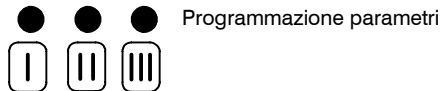

fig. 7.3
- 9 Le spie di segnalazione 2 si accendono fisse (fig. 7.3) : è iniziato il conteggio del tempo disponibile per la programmazione dei parametri.